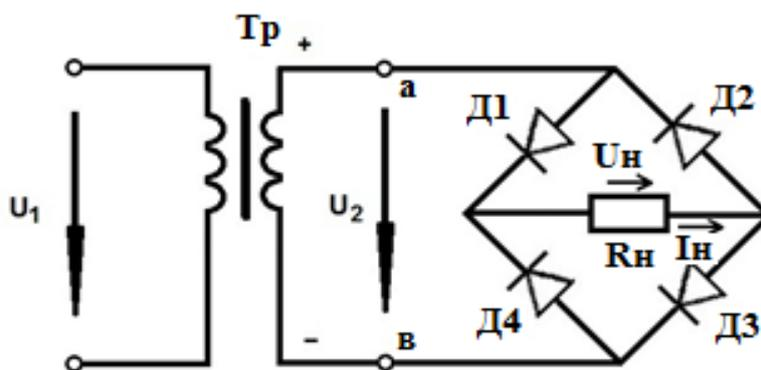

Рис. 2.4. Двухполупериодный мостовой выпрямитель.
4. Двухполупериодный мостовой выпрямитель состоит из трансформатора и четырех диодов, подключенных к вторичной обмотке трансформатора по мостовой схеме (рис. 2.4). К одной из диагоналей моста подсоединяется вторичная обмотка трансформатора, а к другой – нагрузочный резистор R_H . Каждая пара диодов (Д1 – Д3 и Д2 – Д4) работает поочередно.